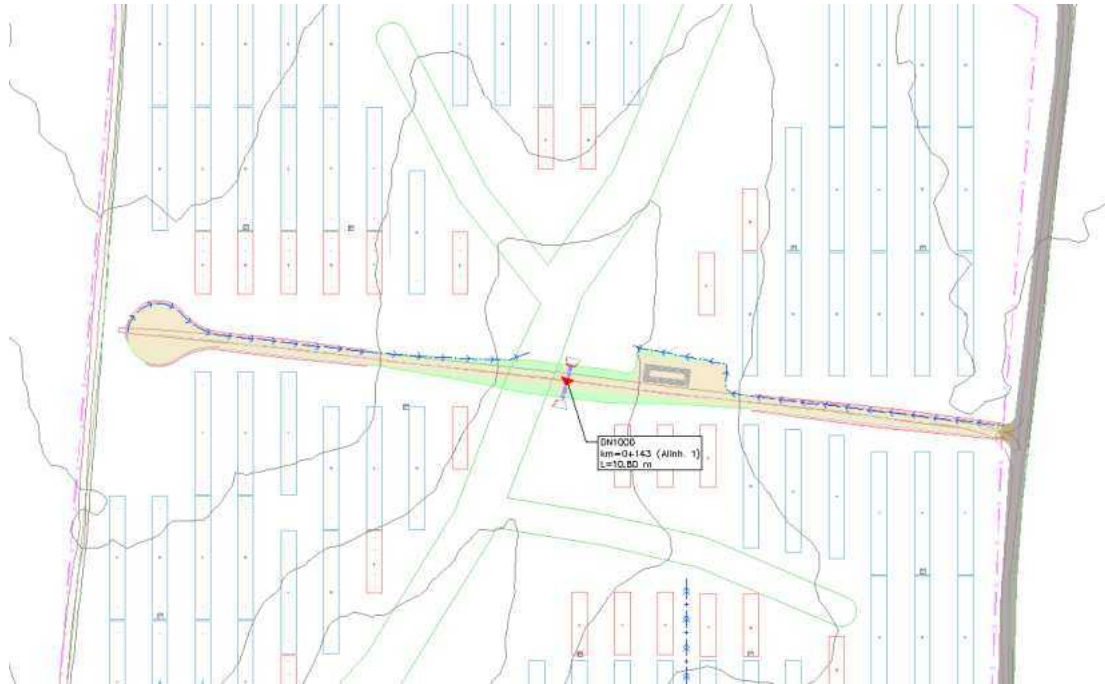

Figura 4: Local da PH incluída dentro da área de projeto.
- Uma passagem hidráulica (PH) na principal linha de água onde se concentram os caudais, de forma a permitir dos respetivos caudais sem risco para a infraestrutura no geral. Esta PH encontra-se situada na zona noroeste da área de projeto e destina-se a garantir a continuidade da linha de água que se aproxima pelo lado norte (Figura 4).